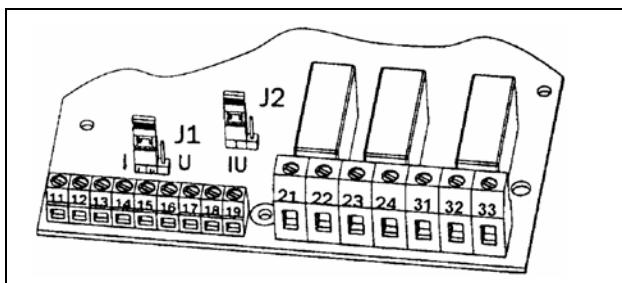

Рис. 38 Установка типа входного сигнала: напряжение или ток.
- Установите перемычку J1 на плате управления в положение управления напряжением (U) или током (I), см. рис. 38 и рис. 24 на с. 28. Заводская установка – напряжение (U).